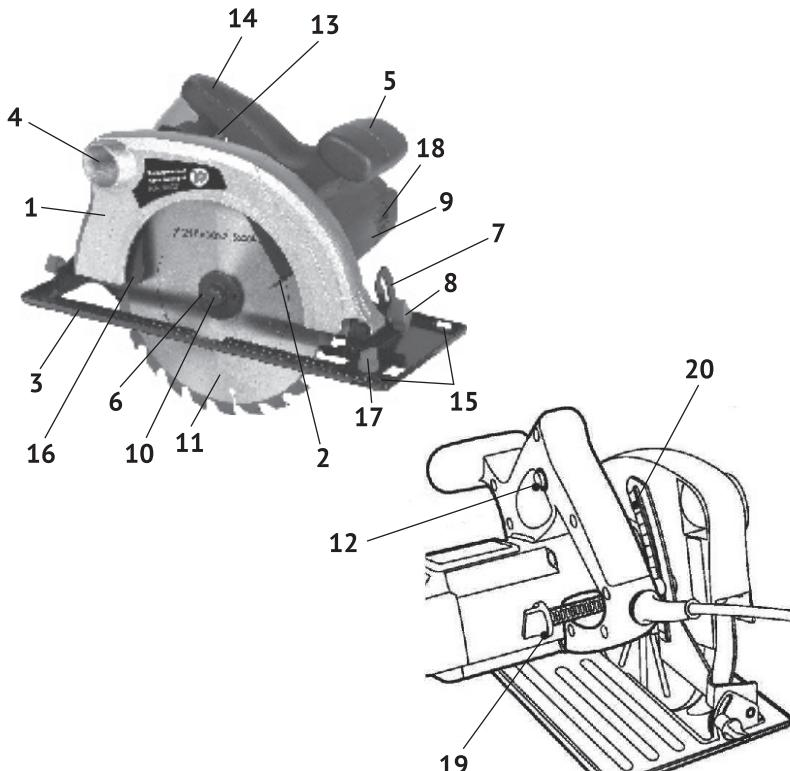
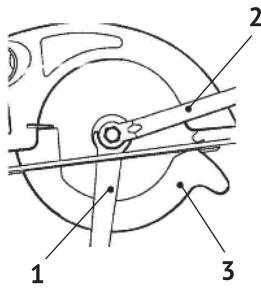

рис. 1
рис.2
1.6 Общий вид пилы представлен на рис.1
1.7 Пила состоит из коллекторного двигателя в пластиковом корпусе (рис.1 поз.9) с рукояткой (рис.1 поз.14) и металлического редуктора, совмещённого с верхним неподвижным кожухом (рис.1 поз.1). Крутящий момент с якоря электродвигателя, через шестерню, передаётся на шпиндель, соосный с электродвигателем. На шпиндель пилы, между опорным и зажимным (рис.1 поз.6) фланцами крепится пильный диск (рис.1 поз.11). Это основной рабочий инструмент пилы.
1.8 Клавиша выключателя (рис.1 поз.13) расположена в нижней части рукоятки (рис.1 поз.13). Во избежание самопроизвольного включения инструмента, выключатель снабжён блокировкой клавиши (кнопка блокировки, рис.1 поз.12, расположена на левой части рукоятки). Включение пилы осуществляется нажатием на клавишу выключателя (рис.1 поз.13) указательным пальцем после нажатия и удержания кнопки блокировки большим пальцем. Пила отключается при отпускании клавиши выключателя, при этом кнопка блокировки (со щелчком) возвращается в исходное положение.
2.2.1 Закрепить на шпиндель пильный диск, соответствующий обрабатываемому материалу. Для установки (замены) диска необходимо (см. рис.2):
- зафиксировать ключом (рис.2 поз.1) диск от проворачивания;
- открутить накидным ключом (рис.2 поз.2) винт крепления диска (рис.1 поз.10), снять прижимной фланец (рис.1 поз.6);
- переместить вверх за рычаг (рис.1 поз.2) нижний подвижный кожух (рис.2 поз.3), снять пильный диск (при замене);
2.2.3 При необходимости изменения глубины пиления, ослабить винт (рис.1 поз.19) фиксации глубины пропила, выставить направляющую плиту (рис.1 поз.3) по шкале (рис.1 поз.20) в нужное положение и зафиксировать в выбранном положении, закрутив винт.
- ослабить винты (рис.1 поз.8) фиксации угла наклона (с двух сторон);
- подняв за рукоятку двигатель с диском, выставить по шкале кронштейна (рис.1 поз.7) необходимый угол пиления;
**Внимание!** При пилении под наклоном, значение глубины пропила, установленное по шкале (рис.1 поз.20), не совпадает с истинным значением. Глубина пропила в данном случае равна перпендикуляру от вершины пильного зуба к плоскости направляющей плиты.
- 2.2.5 При необходимости отпиливания заготовок строго определённой ширины, установите параллельный упор - линейку. Упор вставляется в отверстия (рис.1 поз.15) направляющей плиты (справа или слева) и крепится винтом (рис.1 поз.17).
**Внимание!** Не фиксируйте нижний подвижный кожух (рис.1 поз.16) в открытом положении. Это может привести к заклиниванию диска, а также к травмам и повреждениям. Кожух будет автоматически сдвигаться при подаче заготовки.
- открутить крышки щёткодержателей (рис.1 поз.18);